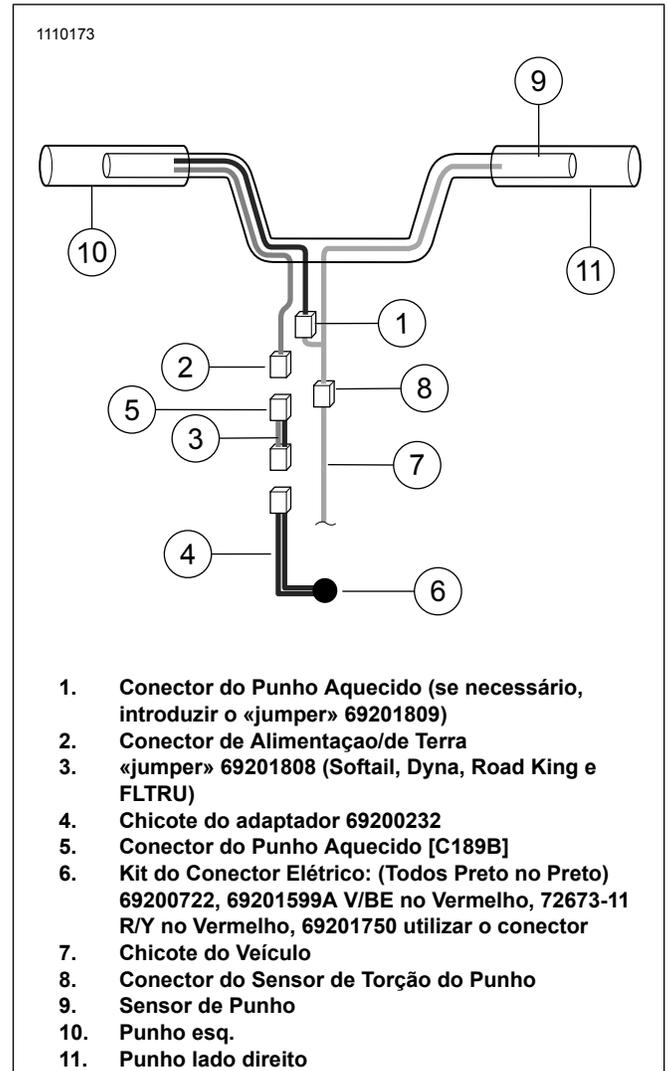

Figura 9. Conexões Elétricas
- Ver Figura 9. Remova a carenagem externa.
- Ligar a pega aquecida interligar (1) de Figura 9 ao punho do lado esquerdo.
- Conectar o cabo de alimentação/de terra do punho aquecido (2) do lado esquerdo de Figura 9 .
3. Ligar a pega aquecida interligar (1) de Figura 9 ao punho do lado esquerdo.
- b. Ver Figura 9. Encaixar o conector de 2 vias do punho aquecido (2) no conector de 2 vias do 69201750 localizado atrás do farol dianteiro. Adicionar o «jumper» (3) se for necessário comprimento adicional.
8. Cortar o «jumper» (4) num comprimento suficiente para emendar ao kit (6).
9. Tirar os fios de volta e emendar a cablagem de ligação eléctrica (7).
11. Concluir a instalação do kit de conexão elétrica (6) de acordo com as instruções do kit.